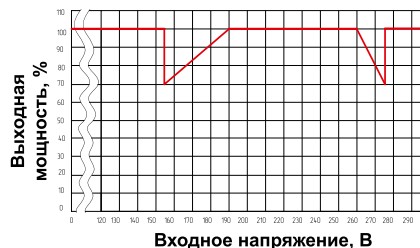

Рис. 2
9.1.1. Суммарная полная мощность всех подключаемых к инвертору потребителей не должна превышать величины 70% максимальной или 100% номинальной длительной мощности прибора, только если входное напряжения сети находится в пределах от 190В до 260В в режиме стабилизатора. При возможном изменении входного напряжения в пределах от 160В до 270В суммарная полная мощность всех подключаемых к инвертору потребителей не должна превышать величины 50% от максимальной мощности прибора. При возможном изменении входного напряжения в пределах от 140В до 270 В следует руководствоваться зависимостью на рис. 2 при определении максимальной мощности нагрузки. Невыполнение данного требования может привести к частому нежелательному срабатыванию средств защиты от перегрузки блока стабилизатора в составе инвертора с отключением потребителей электроэнергии, а также к сокращению срока службы изделия и его преждевременному выходу из строя.